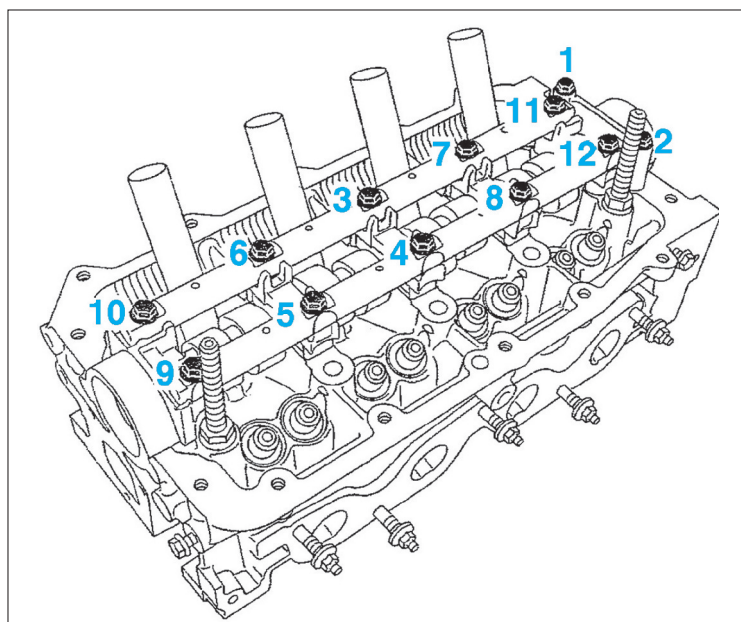

Fig. 47
- Serrer au couple et à l'angle les vis de fixation des chapeaux de palier d'arbre à cames (0,7 daN.m + 50° ± 6°) (Fig.47).
- Serrer les vis 1 et 2 au couple (Fig.47).
- Effectuer le serrage en respectant les phases, l'ordre de serrage (Fig.47) et les couples prescrits (voir couples de serrage).